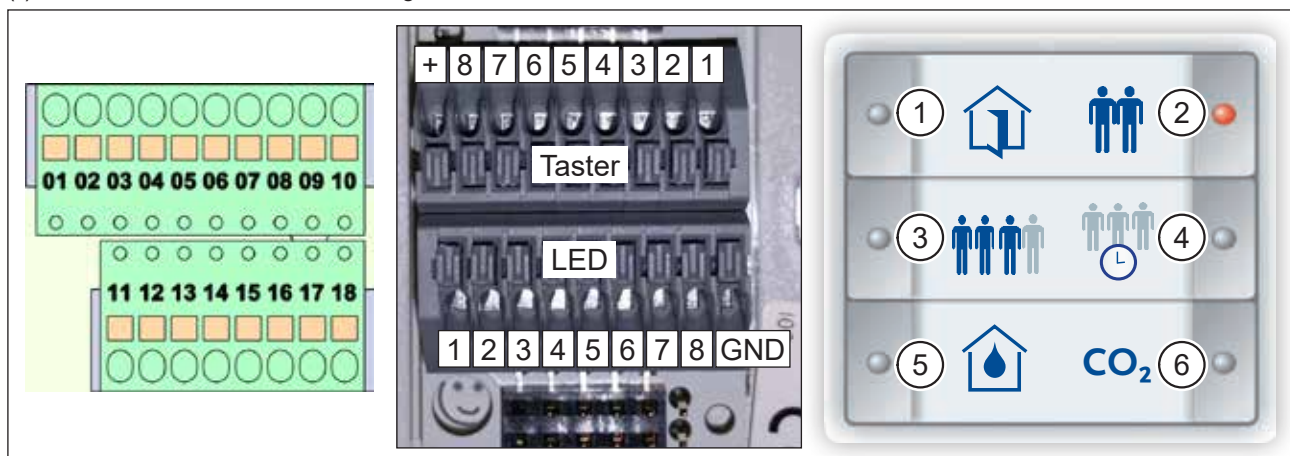

Abb. 32: Klemmenblöcke am Lüftungsgerät, Klemmenblöcke Tastsensor InControl, Einlegeblatt
- ▶ Legen Sie nach der Verdrahtung das Einlegeblatt (Abb. 32) in den Tastsensor InControl.